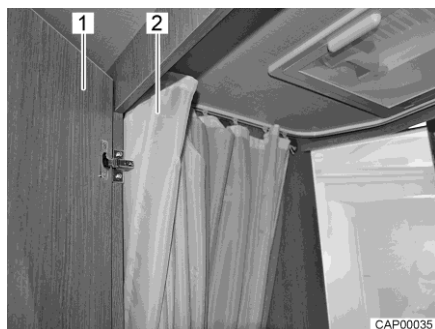

Fig. 95 Cabinet de toilette avec douche
- Pour se doucher, fermer la porte (Fig. 95,1) et fermer entièrement le rideau de douche (Fig. 95,2) de manière à protéger toutes les parois.